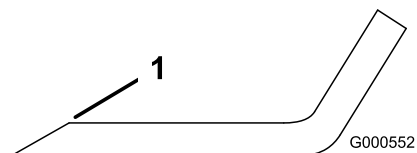

Figura 58
1. Utilize uma lima para afiar a aresta de corte em ambas as extremidades da lâmina (Figura 58).
Nota: Se a lâmina não estiver equilibrada, lime algum metal da extremidade da aba apenas (Figura 58).